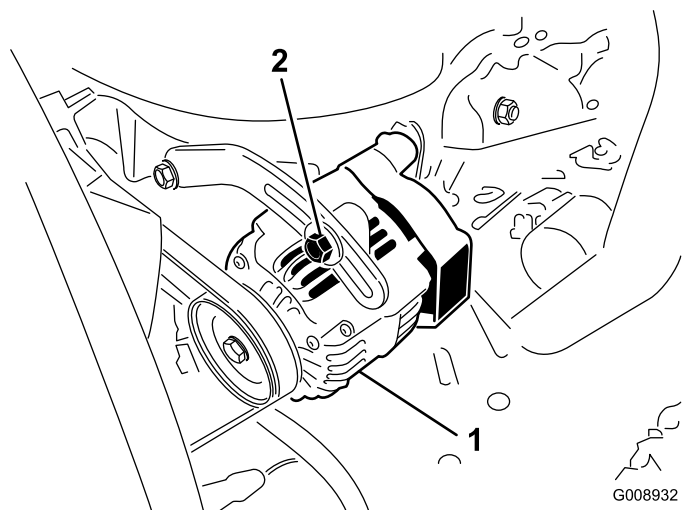

Figura 100
Verifique o estado e a tensão das correias (Figura 100) após cada 100 horas de funcionamento.
2. Se a deslocação obtida não for igual a 10 mm, deve desapertar os parafusos de montagem do alternador (Figura 100).